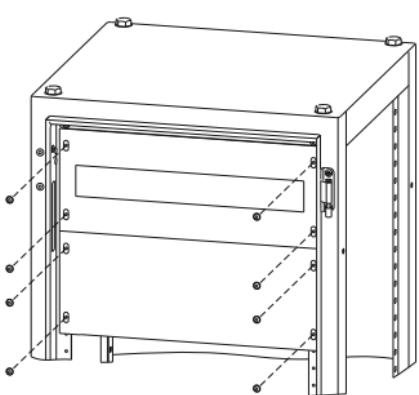

Рисунок 27
19.1 Приложите панель (панели) к вертикальным уголкам рамы под панели ЛГ/ЛМА на нужной высоте и закрепите четырьмя винтами M6×8 (рисунок 27). Используя панели различных высот, можно произвести закрытие всего проёма корпуса.